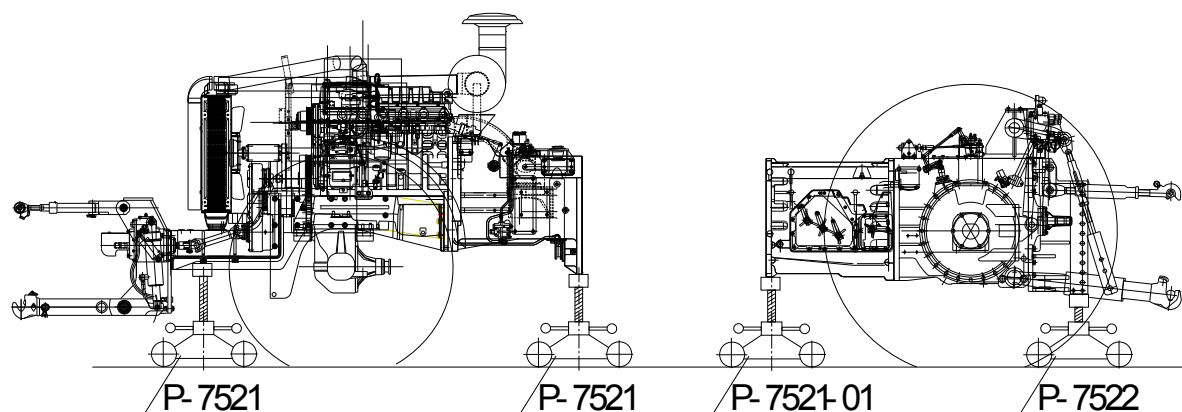

Рис.4.6 Отсоединение задней части трактора.
25) установите опору винтовую Р-7521 под корпус муфты сцепления до полного контакта, (рисунок 4.6);
- 26) установите опору винтовую P-7521-01 под корпус коробки передач, (рисунок 4.6);
- 27) для обеспечения устойчивого положения частей трактора подведите опору винтовую P-7521 под передний брус трактора и опору заднюю P-7522- под кронштейн задней навесной системы, (рисунок 4.6);
- 29) отверните болты крепления и раскатайте трактор по плоскости “корпус сцепления - коробка передач”, (рисунок 4.6);